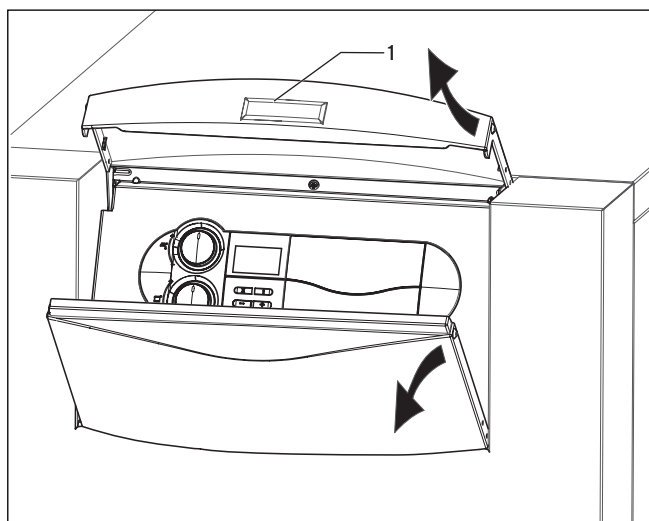

Fig. 5.1 Deschiderea clapetei frontale
- Deschideți clapa frontală prin ridicarea lisei de prindere argintii (1, Fig. 5.1).